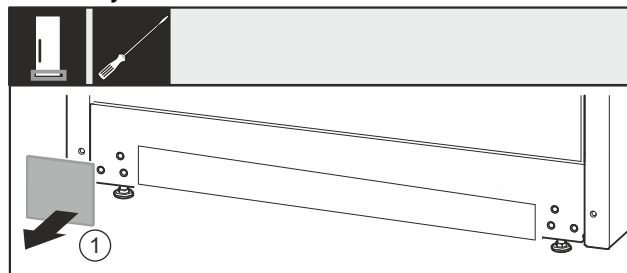

Fig. 37
- ▶ Skinite poklopac Fig. 37 (1).